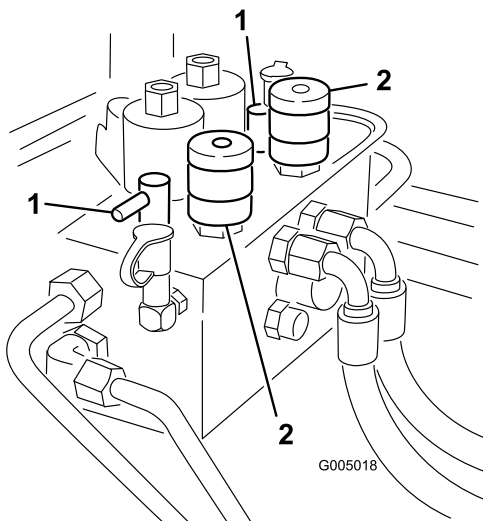

Figura 83
3. Localice los mandos de selección de la velocidad del molinete y los mandos de autoafilado (Figura 83). Gire el/lo(s) mando(s) de autoafilado deseado(s) a la posición de autoafilado y ponga el/los mando(s) deseado(s) de selección de la velocidad del molinete a la posición 1.